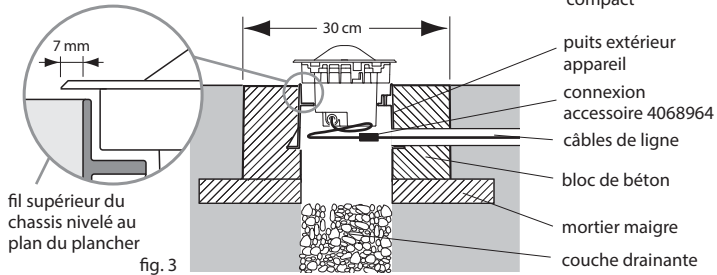

fig. 3
- 5) se référer à la figure 3, faire une base de ciment sur laquelle s'appuie le bloc de béton en ayant soin de laisser au centre un trou de diamètre 12 cm pour le drainage. Prévoir le passage des câbles électriques.
- 6) insérer le puits extérieur de l'appareil dans un bloc de fondation en béton dosé à 200 Kg de ciment type 325 par mètre cube de mélange ayant un diamètre (ou un côté) non inférieur à 350 mm. Le bord supérieur du puits extérieur de l'appareil devra être parfaitement nivelé au plan du sol selon le détail de fig.3.